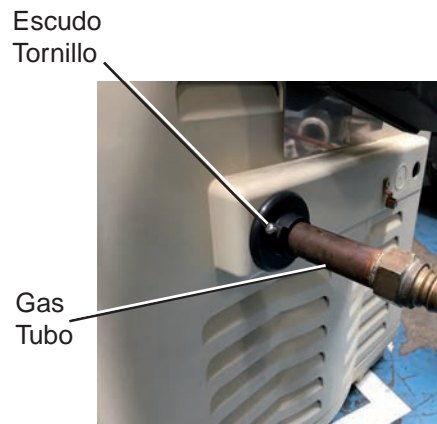

Figura 1. El chapetón está instalado en la tubería de gas y debe cubrir la abertura circular en el panel del calentador.
2. Cuando instale el tubo de $\frac{3}{4}$ "en la válvula de gas, coloque el escudo del tubo de gas sobre el tubo de modo que el círculo más grande quede hacia el panel de servicio del calentador y el círculo más pequeño con el tornillo hacia afuera para el panel de servicio del calentador (hacia la unión) como se muestra en la Figura 1.